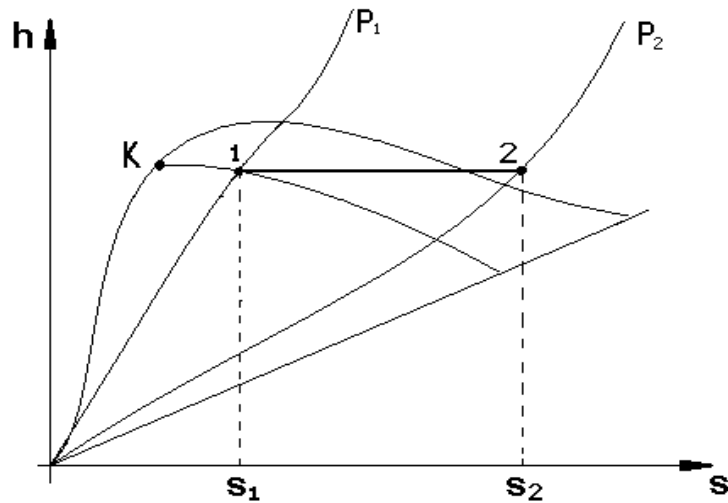

Рисунок 15 – Изображение процесса дросселирования пара на hs-диаграмме
**Дросселирование.** Термодинамическая характеристика процесса дросселирования  $h = \text{const}$ . Если состояние пара до дросселирования определяется точкой 1 (рис. 15) и давление  $P_2$  после дросселирования задано, то конечное состояние определится точкой 2, лежащей на пересечении горизонтальной линии, проведенной из точки 1, с изобарой  $P_2$ .